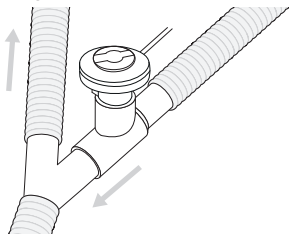

Abbildung 6. Aerogen Pro mit einem Beatmungsschlauchsystem für Erwachsene verbinden
1. Bei Beatmungsschlauchsystemen für Erwachsene den Vernebler mit dem T-Stück für Erwachsene im Inspirationsschenkel des Beatmungsschlauchsystems vor dem Y-Patientenanschlussstück anschließen (Abbildung 6).
Hinweis: Abbildung 6 zeigt nur die Anordnung für Erwachsene.